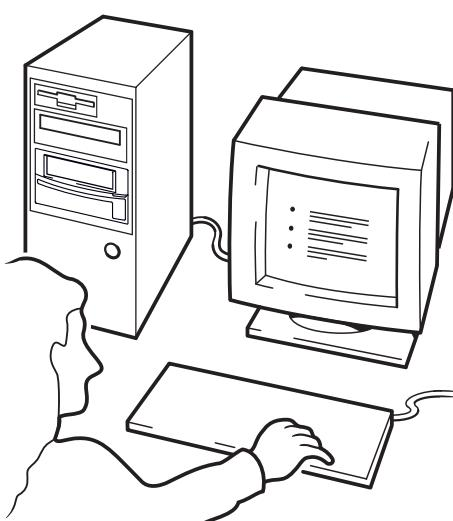

Abbildung 12c: Verwenden von
- 3 Folgen Sie den Anweisungen auf dem Bildschirm, um das Betriebssystem einzurichten (siehe Abbildung 12c). (Je nach verwendeter Sicherungssoftware werden unterschiedliche Anweisungen angezeigt.) Normalerweise können Sie bei sämtlichen Aufforderungen die Standardantworten übernehmen. Drücken Sie dann einfach die <Eingabetaste>.